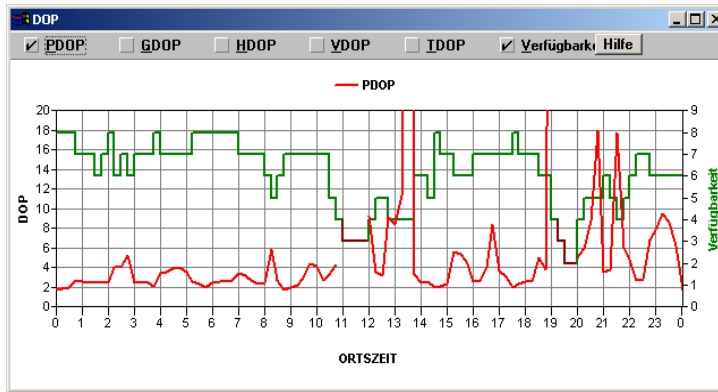

Abbildung A.10. DOP
2. Das Fenster **DOP-Plot** wird für den gewählten Punkt, das gewählte Datum und die gewählte Uhrzeit geöffnet (Abbildung A.10).